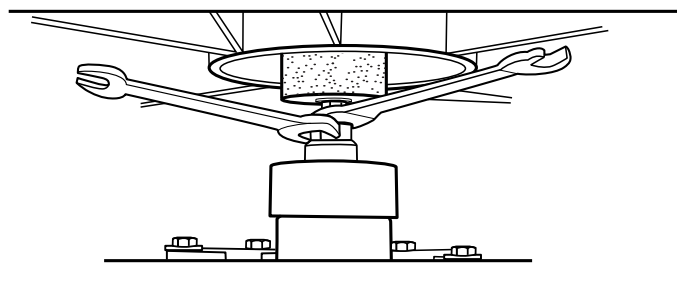

FIGURE 4
- À l'aide d'une deuxième clé de 17 mm, placée sur le dessus de l'écrou de fixation de la broche (voir Figure 4), resserrez la broche d'un autre demi-tour, mais pas plus.